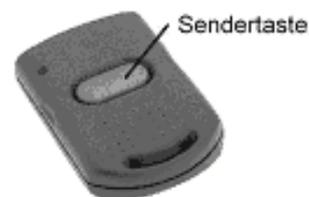

Abb. 9b: Funksender
- Während des Blinkens der LED102 (gelb) die Sendertaste des Funksenders (Abb. 9b) drücken und gedrückt halten, bis die LED102 (gelb) dauerhaft leuchtet (Die Steuerung hat nun den Sendercode „gelernt“).